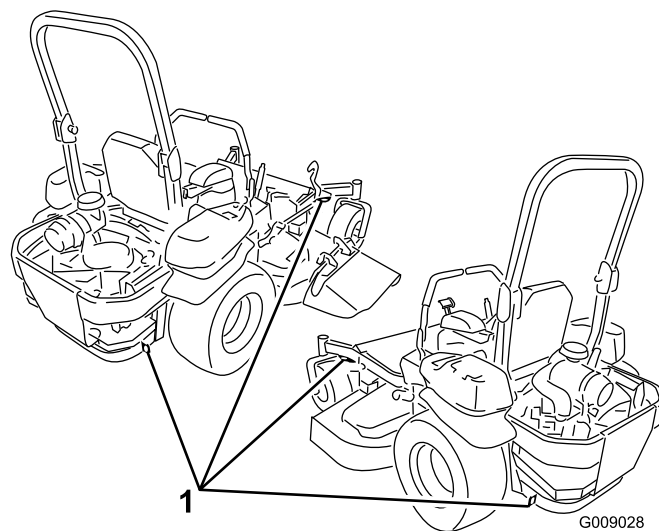

Figure 30
5. Servez-vous des points d'attache en métal de la machine pour arrimer solidement la machine sur la remorque ou le véhicule de transport au moyen de sangles, chaînes, câbles ou cordes (Figure 30).